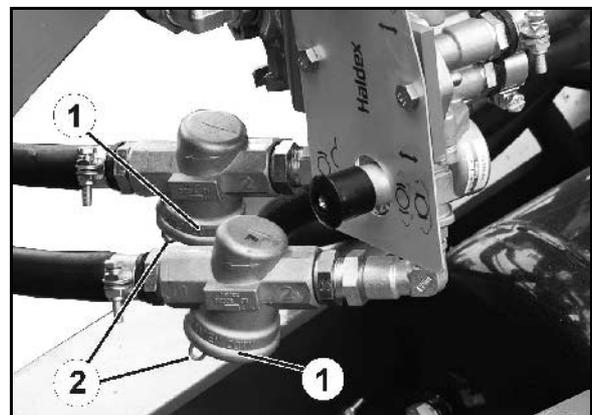

Fig. 58
Zwei LeitungsfILTER (Fig. 58/1) alle 3 Monate (bei erschwerten Einsatzbedingungen öfter) reinigen. Dazu:
1. beide Laschen (Fig. 58/2) zusammendrücken und das Verschluss-Stück mit O-Ring, Druckfeder und Filtereinsatz herausnehmen